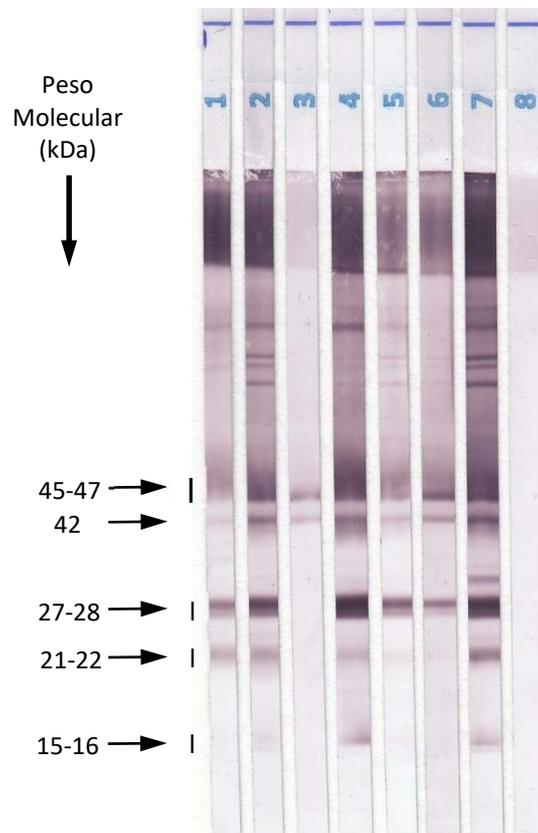

Fig. 1: ejemplos de resultados positivos y negativos
- 5 bandas son las más frecuentes: **P15-16**, **P21-22**, **P27-28**, **P42** y **P45-47** con los correspondientes pesos moleculares (ver fotografía en la **Fig. 1**).